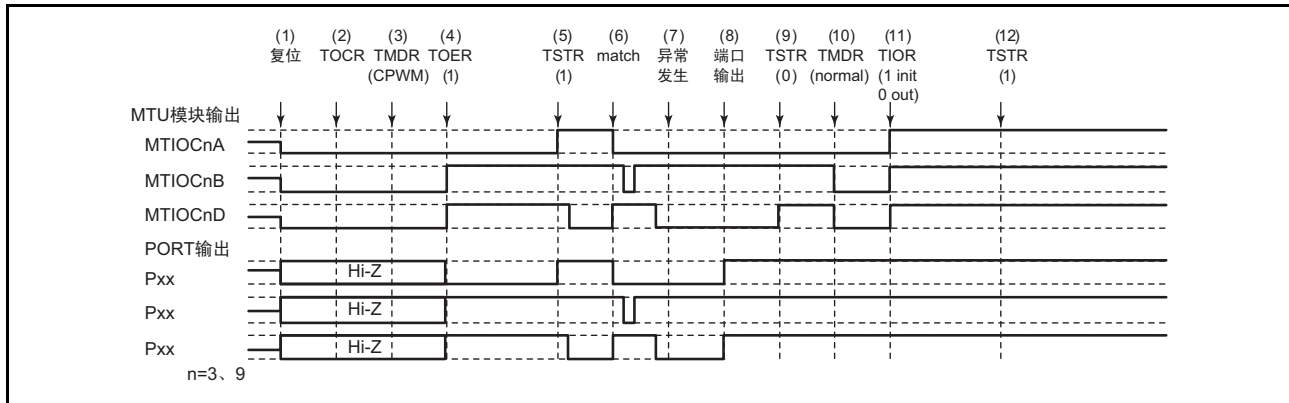

图 18.145 在互补 PWM 模式中发生异常并且在正常模式中恢复的情况
在互补 PWM 模式中发生异常并且重新设定后在正常模式中重新开始的说明图如图 18.145 所示。
- (1) ~ (9) 和图 18.145 通用。
- (10) 必须设定 PWM 模式 1 (MTU 的输出为低电平)。
- (11) 必须通过 TIOR 对引脚进行初始化 (在 PWM 模式 1 中不对 MTIOC*B 进行初始化)。
- (12) 通过 TSTR 重新开始。
(23) 在互补 PWM 模式的运行过程中发生异常并且在互补 PWM 模式中重新开始时的运行
- (10) 通过 TSTR 重新开始。
- (11) 通过发生比较匹配输出互补 PWM 波形。
(24) 在互补 PWM 模式的运行过程中发生异常并且在互补 PWM 模式中重新开始时的运行
(1) ~ (9) 和图 18.145 通用。
(10) 必须设定正常模式并且设定新的设定值（MTU 的输出为低电平）。
(11) 必须通过 TOER 禁止通道 3 和通道 4（或者通道 9 和通道 10）的输出。
(12) 必须通过 TOCR 选择互补 PWM 模式的输出电平以及允许或者禁止周期输出。
(13) 设定互补 PWM。
(14) 必须通过 TOER 允许通道 3 和通道 4（或者通道 9 和通道 10）的输出。
(15) 通过 TSTR 重新开始。
(25) 在互补 PWM 模式的运行过程中发生异常并且在复位同步 PWM 模式中重新开始时的运行
(10) 必须设定正常模式 (MTU 的输出为低电平)。
(11) 必须通过 TOER 禁止通道 3 和通道 4 (或者通道 9 和通道 10) 的输出。
(12) 必须通过 TOCR 选择复位同步 PWM 模式的输出电平以及允许或者禁止周期输出。
(13) 设定复位同步 PWM。
(14) 必须通过 TOER 允许通道 3 和通道 4 (或者通道 9 和通道 10) 的输出。
(26) 在复位同步 PWM 模式的运行过程中发生异常并且在正常模式中重新开始时的运行